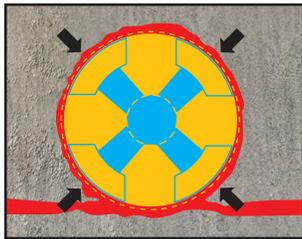

fig. 3
- Lorsqu'on utilise des résines acryliques ou des ciments ultrafins en suspension pour l'injection, les VT 1 et VT 2 peuvent être rincés et nettoyés à l'eau par aspiration une fois les fuites traitées et les travaux d'injection terminés. Le tuyau est prêt pour une nouvelle injection si elle s'avère nécessaire. (fig. 3 + 4)